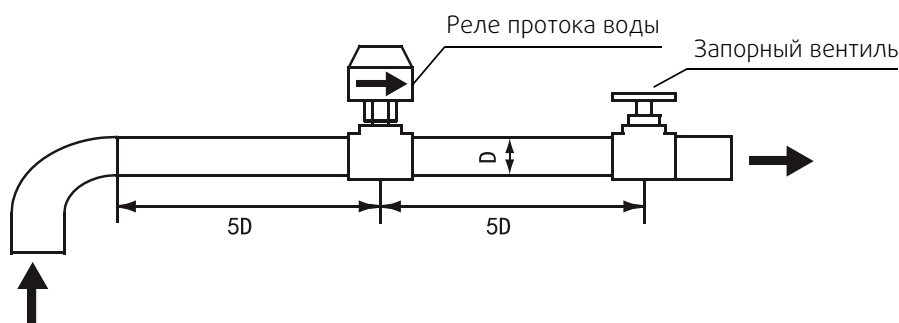

Рис. 4-7
4.5.3 Реле протока воды должно устанавливаться на прямом участке трубопровода, при этом с обоих концов должны размещаться отрезки прямых труб, длина которых как минимум в пять раз превышает диаметр основного трубопровода. Кроме того, направление потока жидкости в трубопроводе должно совпадать с направлением стрелки на реле. Размещение клеммной колодки должно обеспечивать удобное подсоединение проводов (см. рис. 4-7).